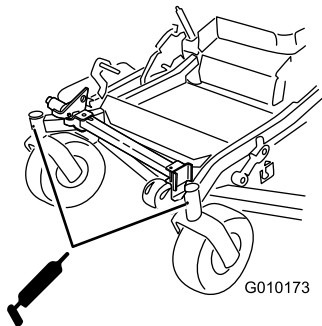

Bild 46
9. Nehmen Sie den Schmiernippel aus dem Loch. Setzen Sie die Sechskantschraube ein und den Staubdeckel auf (Bild 46).